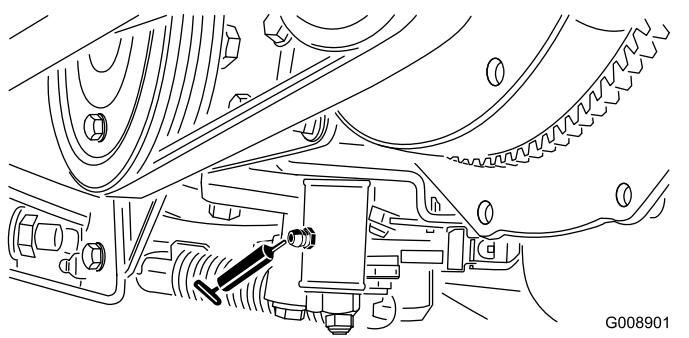

Figura 49
- Meccanismo di regolazione della folle (Figura 49)